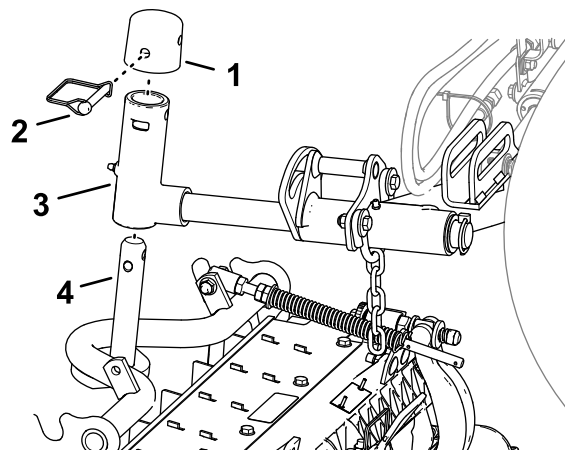

Рисунок 23
1. Подведите режущий блок под подъемный рычаг (Рисунок 23).